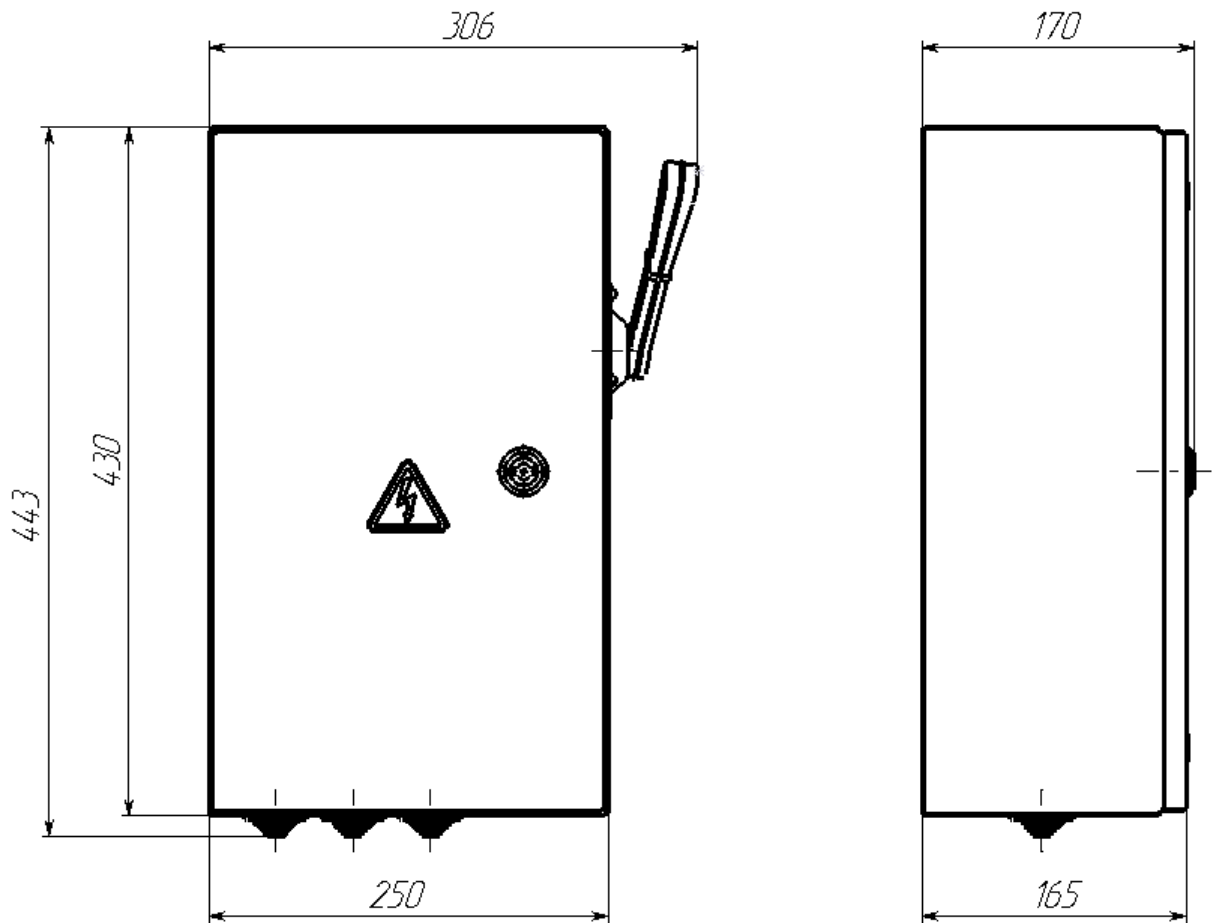

Рис.1 Внешний вид, габаритные и установочные размеры корпуса ящика силового ЯРП-100У-Узола.
2.13 Габаритные и установочные размеры	- см. рис.1;